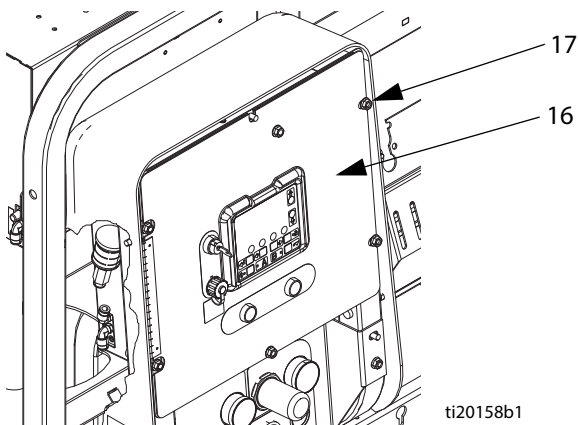

Рис. 3
3. Извлеките четыре гайки (21), а затем снимите передний и задний кожухи (19, 20).
4. Открутите четыре гайки (17); оставьте затянутыми две гайки на левой стороне панели. Откройте переднюю панель блока управления (16). См. Рис. 3.